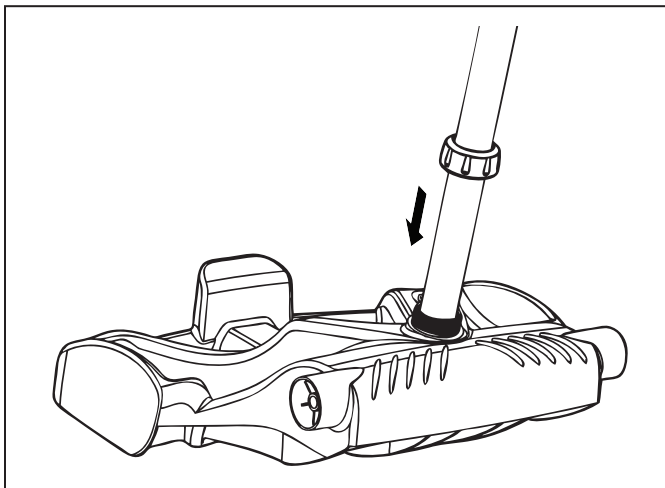

Figura 4. Atornille la tuerca de mano para ajustar la estructura
4. Deslice la tuerca de mano sobre el tubo y atornillela para ajustarla a la unidad de base (Figura 4).